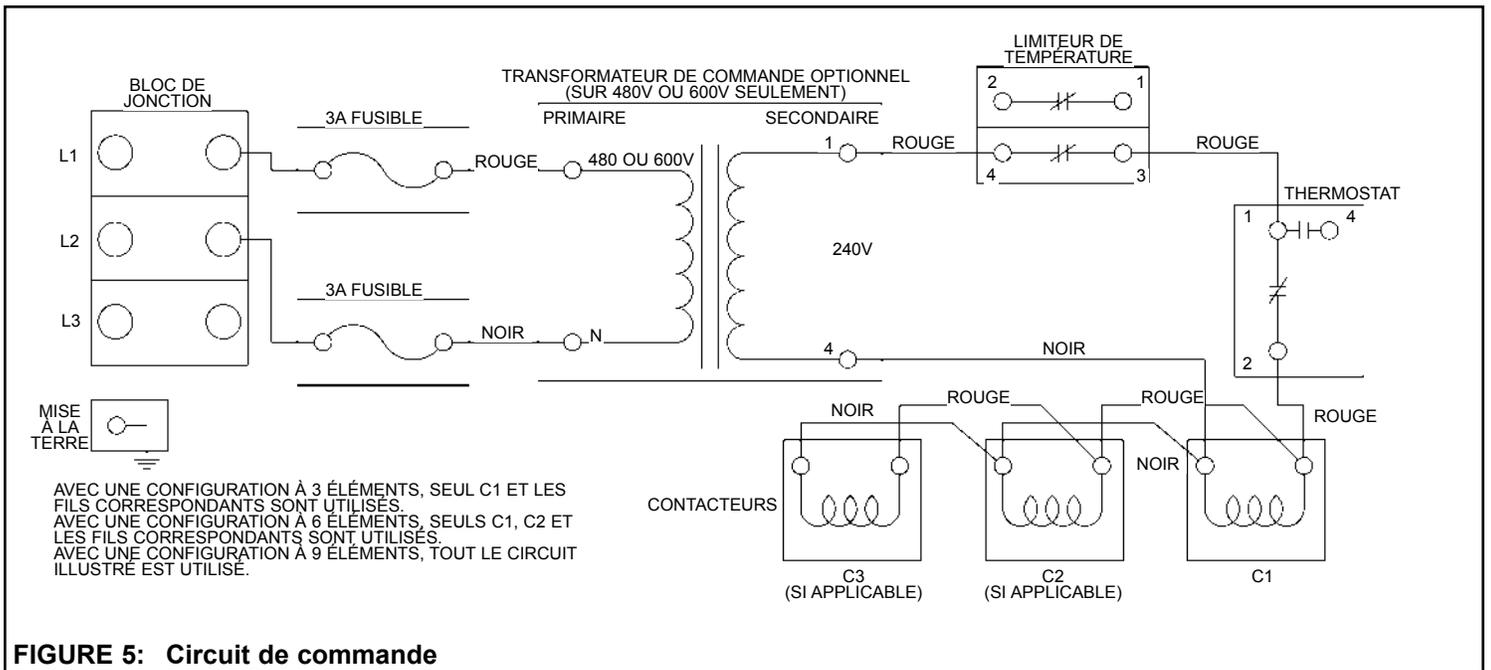

FIGURE 5: Circuit de commande
5. Le chauffe-eau est doté de câblage interne. Un schéma de câblage est apposé à l'intérieur de la boîte de jonction du chauffe-eau. Le câblage interne est identifiable grâce à un code de couleur. Les branchements doivent être effectués en conformité avec le schéma de câblage (Figures 5 à 10).